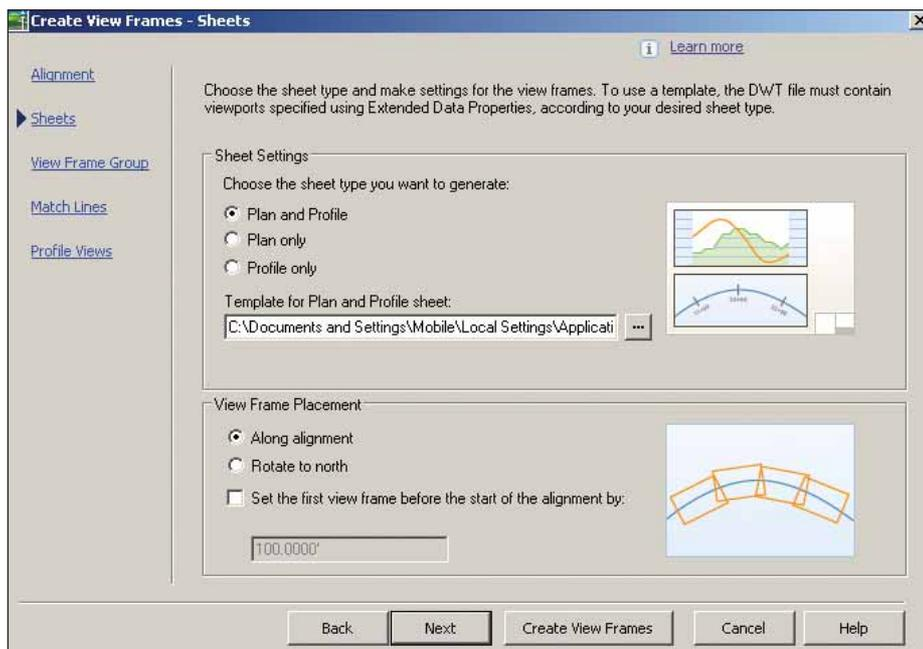

Рис. 1
*Create View Frames wizard (Мастер создания видовых экранов)* позволяет создать группу видовых экранов вдоль указанной трассы, задавая тип чертежей (план, профиль или план с профилем), расположение их относительно трассы, стили меток, видов профилей и наборы данных для профилей (рис. 1). Созданные видовые экраны отображаются в пространстве модели в виде прямоугольных рамок, ориентированных по трассе. Информация, содержащаяся внутри видовых экранов, будет отображаться на получаемых чертежах. Размеры и масштаб видовых экранов хранятся в шаблоне, который указывается при их создании в Мастере.